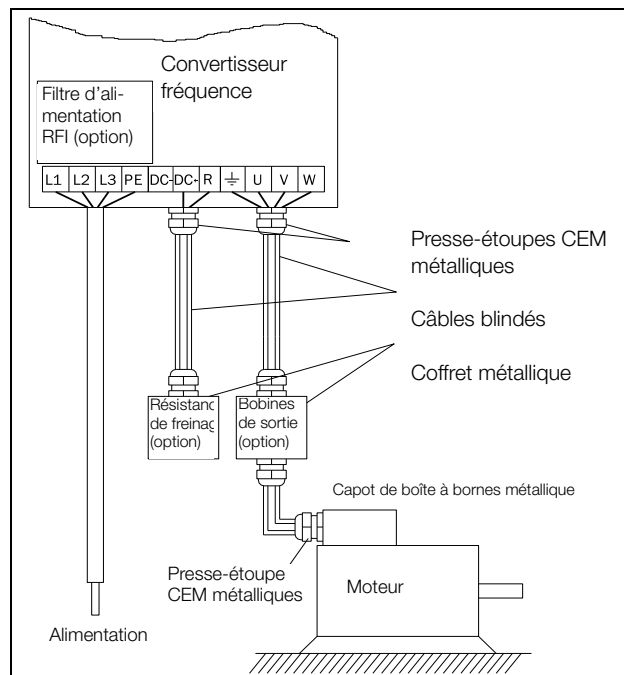

Fig. 72 Connexion des câbles d'alimentation secteur et de moteur.
1. Connecter les câbles d'alimentation secteur comme indiqué à la Fig. 72. Le convertisseur de fréquence est équipé de série d'un filtre d'alimentation RFI conforme à la deuxième norme environnementale, catégorie C3.
Connecter les câbles de moteur selon la Fig. 72. La directive CEM impose l'utilisation de câbles blindés. Elle stipule également que le blindage des câbles de moteur doit être connecté des deux côtés : au carter du moteur et au coffret du convertisseur de fréquence.